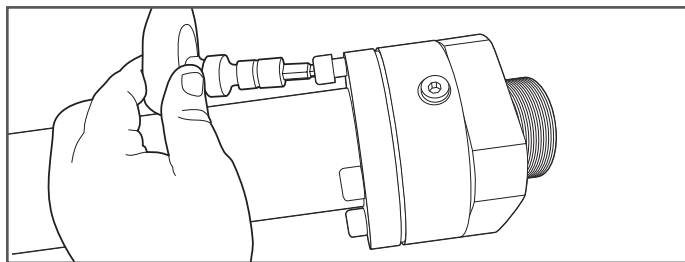

Figure 8-1
1. Desserrez les vis à tête creuse à l'aide d'une clé à cliquet et d'un embout de clé hexagonale de la taille appropriée (Figure 8-1).